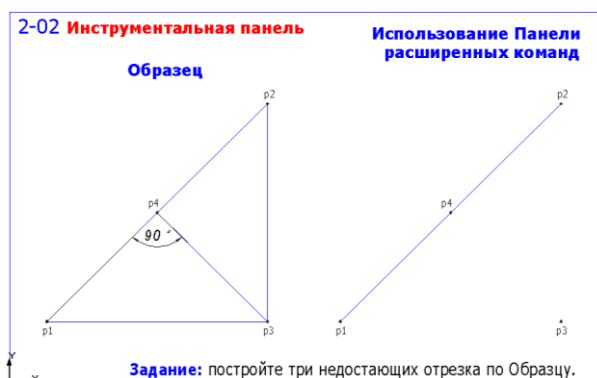

Рис.2
4. Откройте файл фрагмента 2.02 (рис. 2) и выполните упражнение. Отрезок p3-p4 строится командой **Перпендикулярный отрезок** из панели расширенных команд построения отрезков. При выполнении построений обращайтесь внимание на запросы команды, выводимые в строку сообщений. Сохраните результат в папку решений.